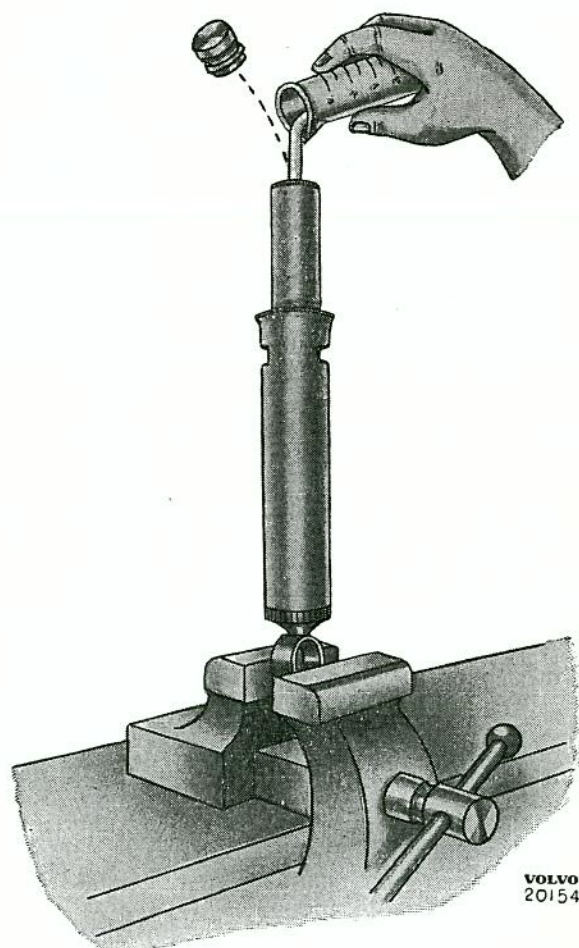

Bild 9. Påfyllning av stötdämparvätska.
3. Placera dammskyddskåpan i ett skruvstycke med cylindern (2) helt utdragen och uppåtriktad, bild 9.